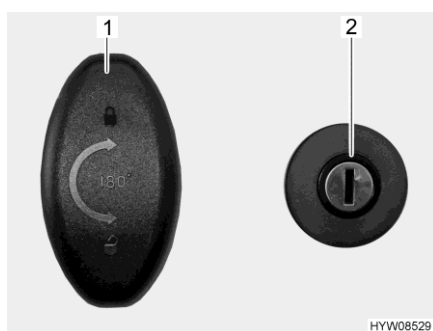

Fig. 51 Cerradura de la puerta (puerta de garaje)
- Introducir la llave en el cilindro de cierre (Fig. 51,2) y girar en sentido de las agujas del reloj. El cierre centralizado está desbloqueado.
- Girar el asidero de la cerradura (Fig. 51,1) media vuelta en sentido de las agujas del reloj y abrir la puerta de garaje.
- Girar el asidero de la cerradura (Fig. 51,1) media vuelta en sentido contrario a las agujas del reloj.
- Introducir la llave en el cilindro de cierre (Fig. 51,2) y girar en sentido contrario a las agujas del reloj. El cierre centralizado está bloqueado.